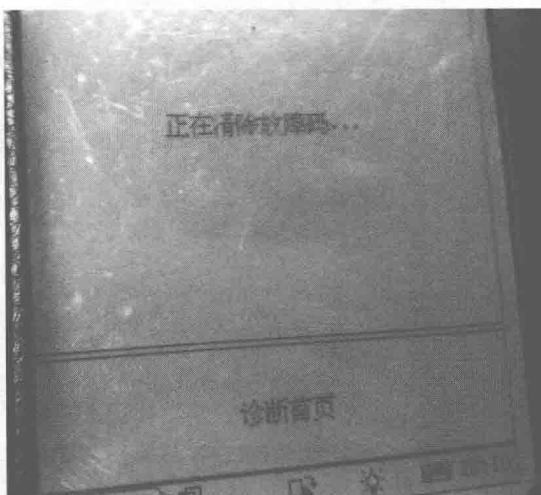

图 1-25 正在清除故障码
- 1) 首先启动诊断程序，在功能菜单中点击“清除故障码”，X-431 开始清除故障码及故障内容（图 1-25）。